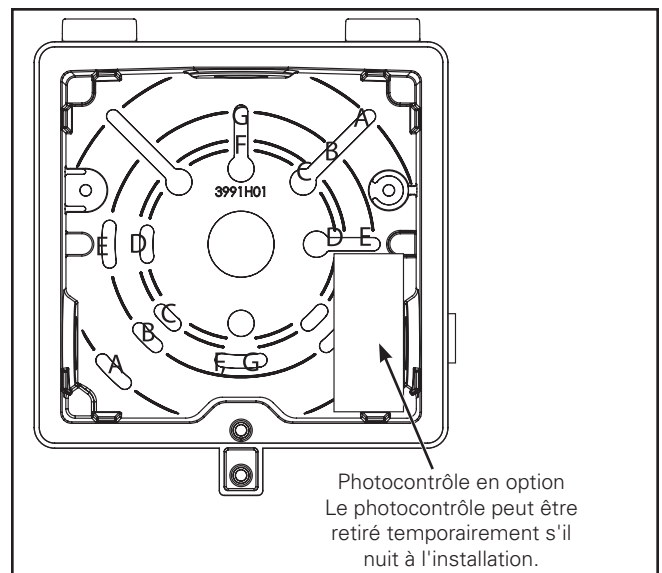

Figure 1.
- Dévissez le couvercle avec un tournevis cruciforme. Retirez le couvercle du boîtier arrière. Vérifiez la taille de la boîte de jonction avant de retirer le produit d'étanchéité pour l'installation (Figure 1). Ne retirez que le produit d'étanchéité nécessaire à l'installation. Installez le boîtier arrière à la boîte de jonction à l'aide du matériel fourni ou des fentes. Utilisez n'importe quel pairage de boîte de jonction pour les fentes (Exemple: D-D). Le matériel requis pour l'assemblage avec les fentes n'est pas fourni.